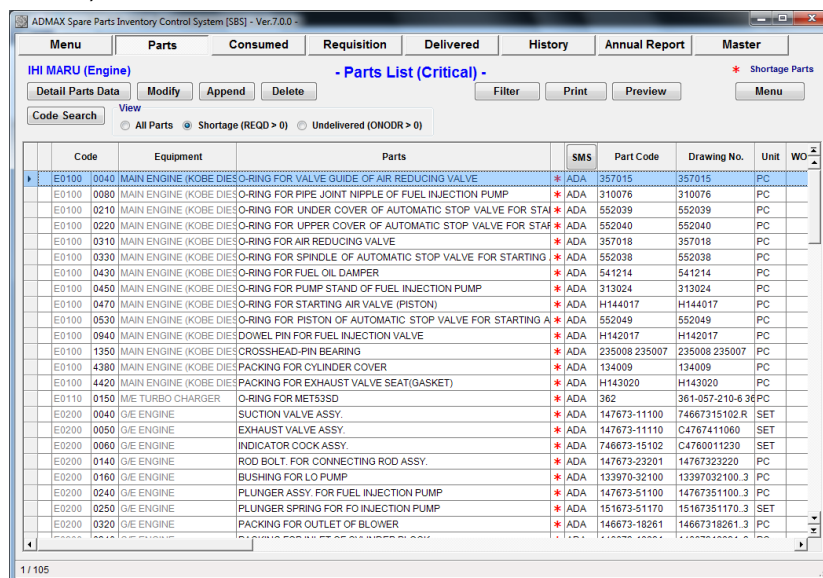

図 4.2 Parts (Shortage) 画面
2. “Parts (Shortage)”画面に、重要機器かつ不足している(REQD>0) 部品のリストが表示されます(図 4-2)。